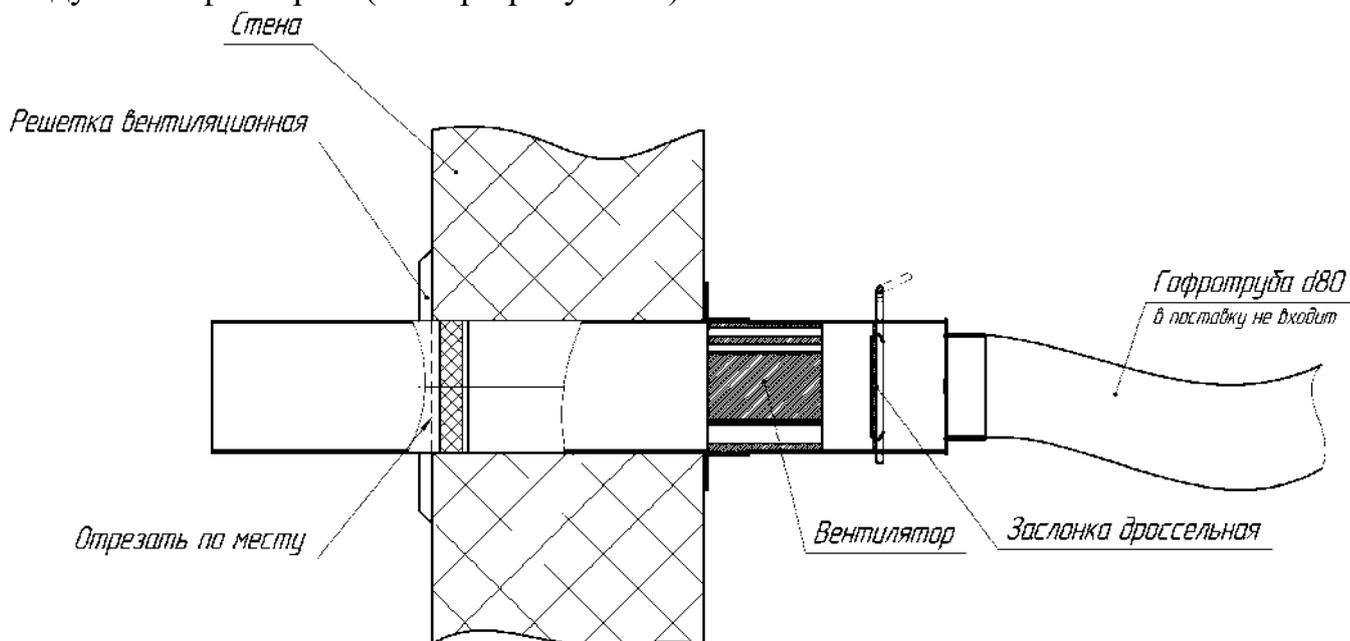

Рис. 7 Монтаж системы подачи чистого воздуха.
— проложить к месту установки электрический кабель (см. таб. 1), шланги подводки залива и слива воды (см. п. 2.1.2.8 и рис.5), воздухопровод и электрический провод вентилятора системы «Чистый воздух» (см. п.2.1.2.9 и рис.7). Все коммуникации проложить с запасом по длине с учётом смещения ЭНУ при его подключении (см. п.2.1.2.5 настоящего Руководства);
2.3.9 Для монтажа системы подачи чистого воздуха «Чистый воздух» в удобном месте, по возможности ближе к электронагревателю, на высоте соответствующей высоте входного в ЭН воздушного патрубка, просверлить с помощью специального инструмента (пила круговая d120мм.) отверстие в стене сквозь которое будет подаваться чистый воздух. Укоротить трубу с встроенным вентилятором до размера, соответствующего толщине стены. Закрепить её саморезами через отверстия в фланце с внутренней стороны стены. С наружной стороны стены закрыть трубу вентиляционной решёткой с комплектным воздушным фильтром (Смотри рисунок 7)